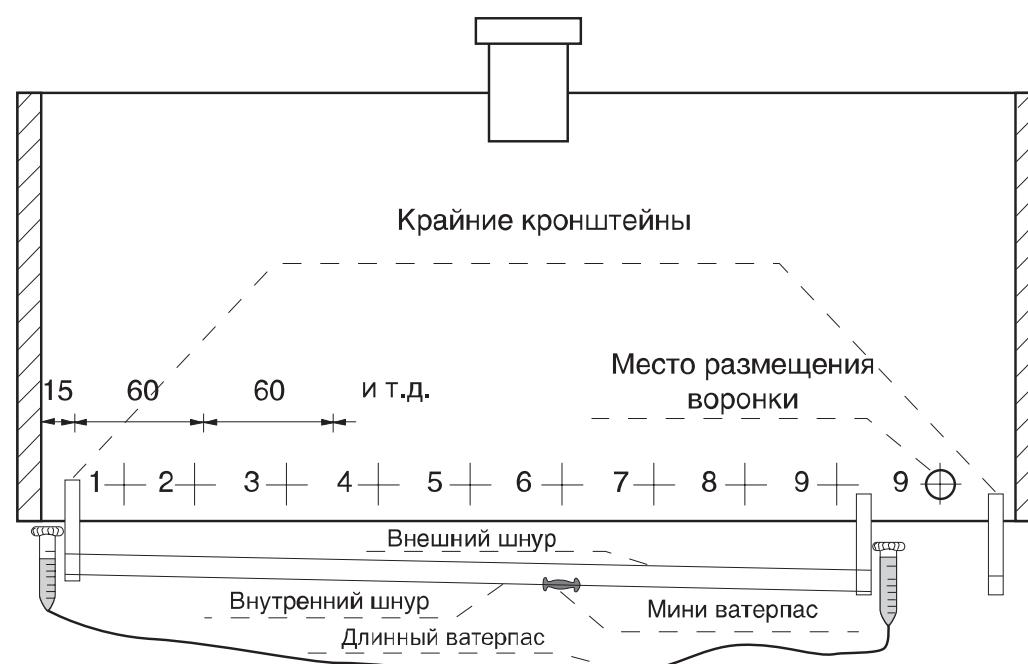

Рис. 29
- остальные кронштейны устанавливают с шагом не более 600 мм и крепят при помощи шурупов с гальваническим покрытием (рис. 29).